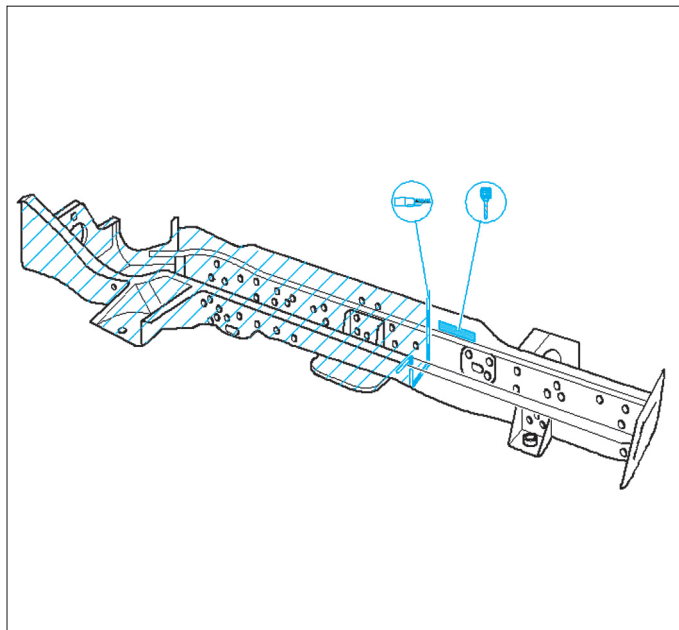

FIG. 72
- Préparer les zones d'accostages et appliquer un apprêt soudable (Fig.72).